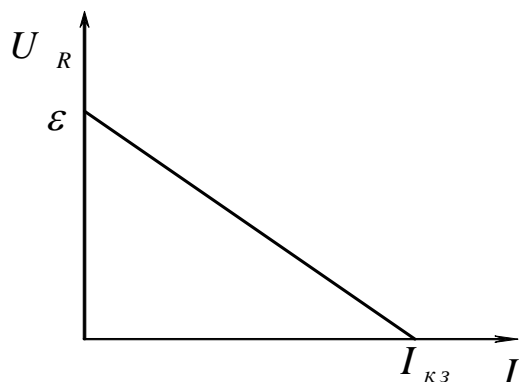

Рис. 2
Физический смысл последней формулы очевиден: ЭДС, действующая в контуре, равна сумме падений напряжений во внешней части цепи и на внутреннем сопротивлении источника. Из последней формулы видно, что данная зависимость является линейной (ее график приведен на рис.2). Анализ формулы (3) показывает, что при напряжении на нагрузке  $U_R = \varepsilon$ , сила тока  $I = 0$ ; а при отсутствии внешнего сопротивления  $U_R = 0$ , сила тока принимает максимальное значение, равное току короткого замыкания  $I = I_{кз}$ ,  $I_{кз} = \varepsilon/r$ .